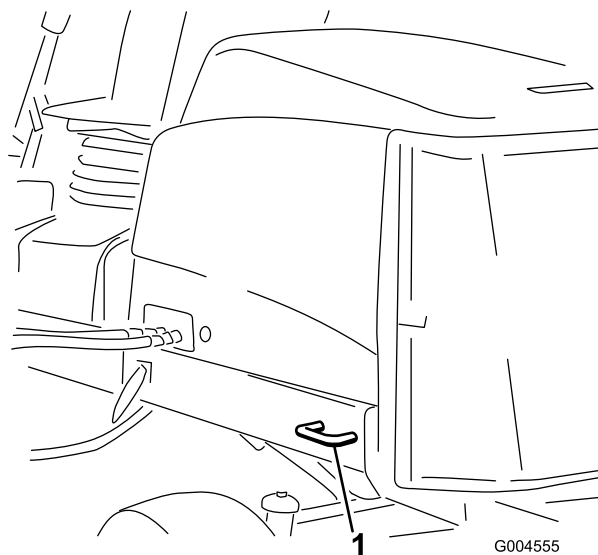

Figura 61
- **Parte posteriore della macchina** – Ogni lato della macchina sul telaio posteriore (Figura 61).